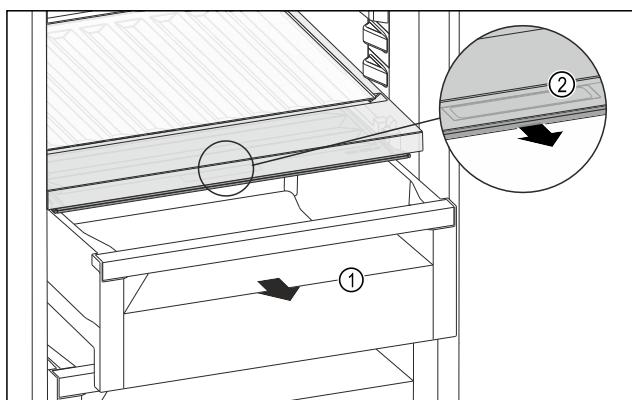

Fig. 109
- Витягніть висувний ящик Fig. 109 (1).
- Візьміться за потайну ручку Fig. 109 (2) на кришці відділення і одночасно потягніть кришку відділення вперед.